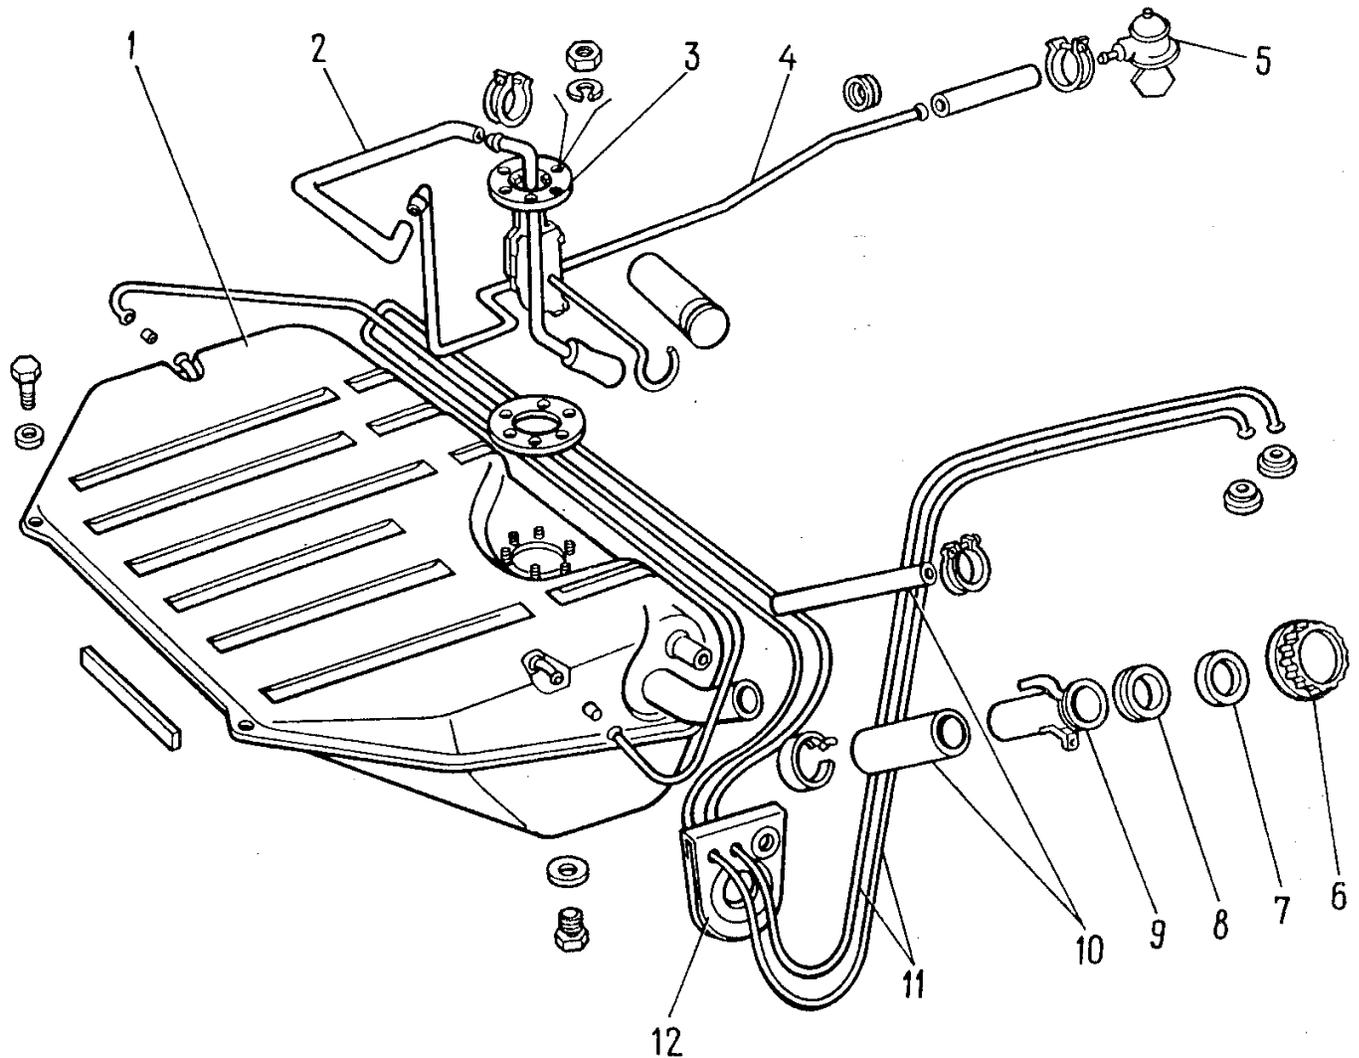

Fig. 2-80. Piezas del depósito y de la tubería de gasolina:
- desenroscar el tapón 6 (fig.2-80) del tubo de carga 9 y evacuar la gasolina;